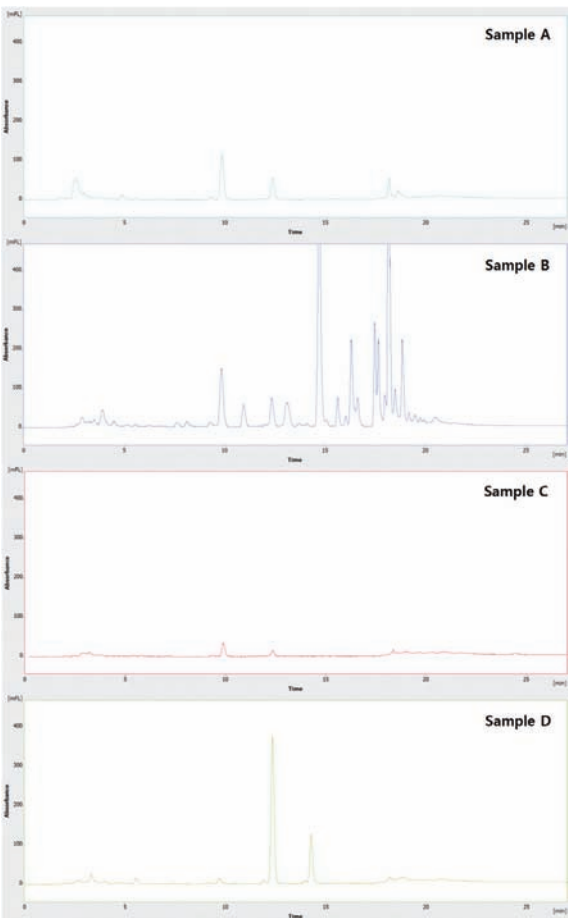

Figure 3. Chromatograms of four different kinds of hot sauce
47.343, 58.635, 17.225, 292.454 µg/mL 함유하고 있었다. 두 가지 Capsaicinoid 함량의 합은 D 소스가 306.36 µg/mL 으로 가장 높았고 C 소스가 50.929 µg/mL으로 가장 낮았다. ([Figure 3])